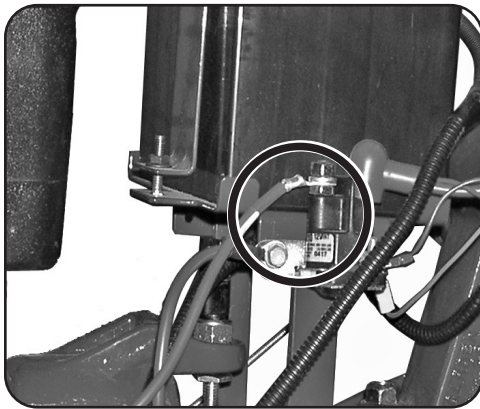

Figure 3-5
3. Branchez le raccord principal du faisceau du motoculteur à l'interrupteur de sécurité. Voir Figure 3-5.